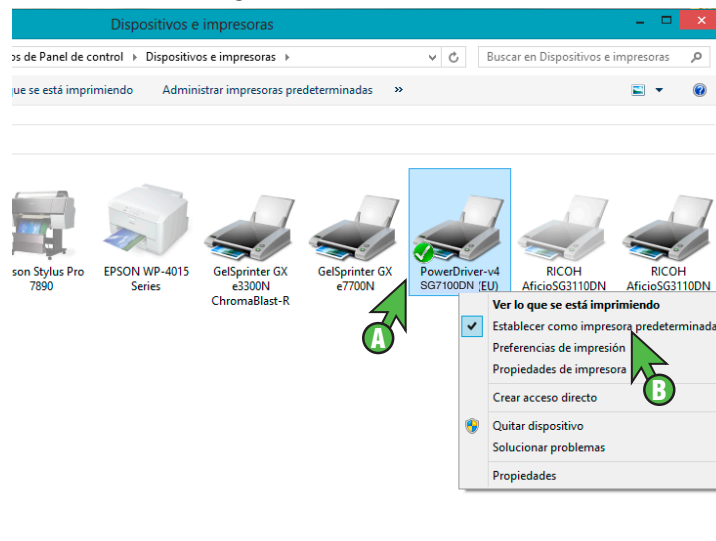

FIGURA 2
- 2) En la carpeta Dispositivos e impresoras, haga clic con el botón derecho en el icono PowerDriver V4 SG7100DN y seleccione Preferencias de impresión (véase la FIGURA 2). Se abrirá la ventana de Preferencias de impresión del PowerDriver V4 (véase la FIGURA 3).